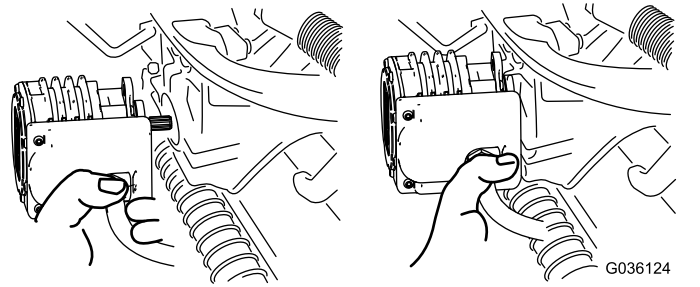

Figura 66
4. Mueva el motor al lugar de almacenamiento en la parte delantera del brazo de suspensión (Figura 66).